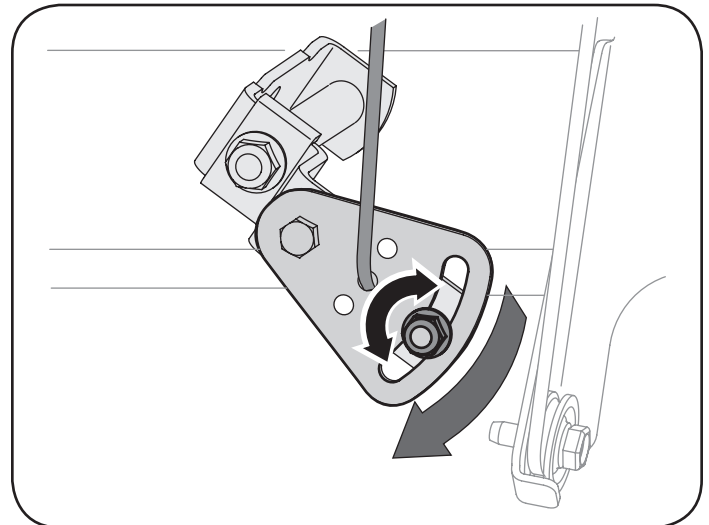

Figura 26
2. Afloje la tuerca hexagonal del soporte de posicionamiento del cable de cambios. Vea la figura 26.